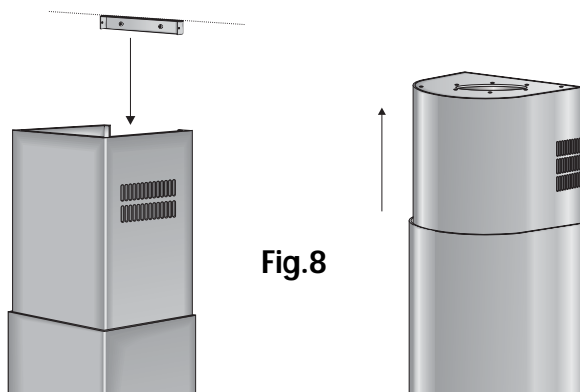

Fig.8
- Infilare il camino telescopico superiore all'interno del camino telescopico inferiore (Fig.8).
- Slide the upper telescopic stack inside the lower telescopic stack (Fig.8).
- Enfiler la cheminée télescopique à l'intérieur de la cheminée télescopique inférieure (Fig.8)
- Schieben Sie den oberen Teleskopschacht in das Innere des unteren Teleskopschachts (Abb.8).
- Meter la chimenea telescópica superior en el interior de la chimenea telescópica inferior (FIG. 8)
- Steek de bovenste telescopische schoorsteen in de binnenkant van de onderste telescopische schoorsteen (fig.8)